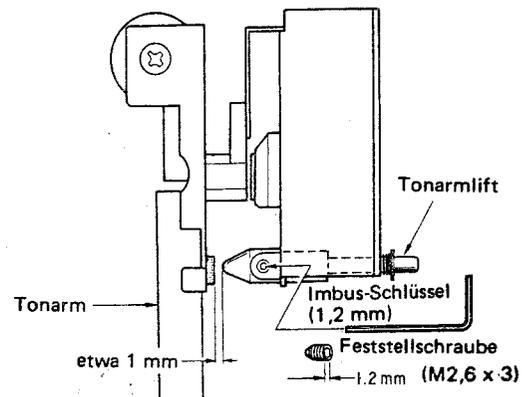

Abb. 2
- 6) Entfernen Sie die in Abb. 2 gezeigten zwei Schrauben (schwarze Schneidschraube, 3 x 8).